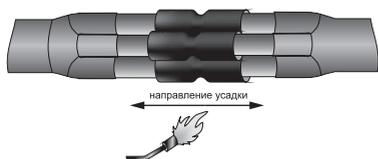

Рисунок 13.
4.25 Надвинуть на каждую гильзу трубку для изолирования гильзы. Установить их по центру гильзы и усадить, начиная с середины и далее в направлении торцов. После усадки трубки по торцам должен быть виден расплавленный клей (рисунок 13).